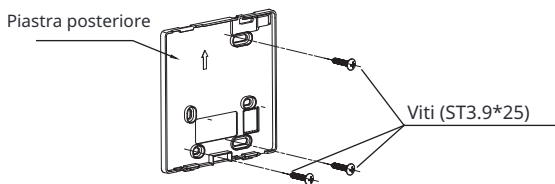

Fig. 3-3
- Per il montaggio a vista, fissare la piastra posteriore al muro con le 3 viti (ST3.9*25) e i tasselli. (Fig.3-3)